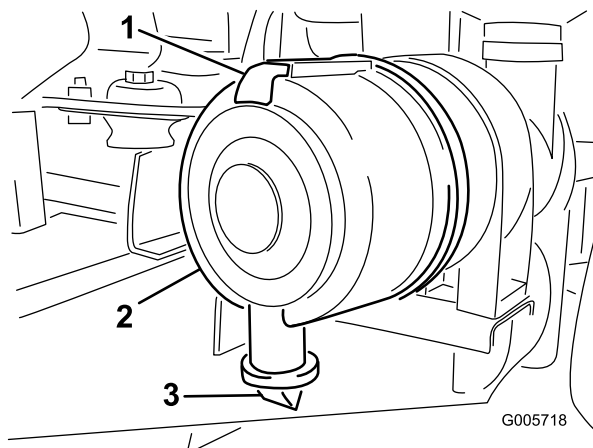

Figura 44
4. Limpie el orificio de salida de suciedad de la cubierta extraíble (Figura 44). Retire la válvula de salida de goma de la cubierta, limpie el hueco y cambie la válvula de salida.
1. Tire hacia fuera del enganche y gire la tapa del limpiador de aire en el sentido contrario a las agujas del reloj (Figura 44).